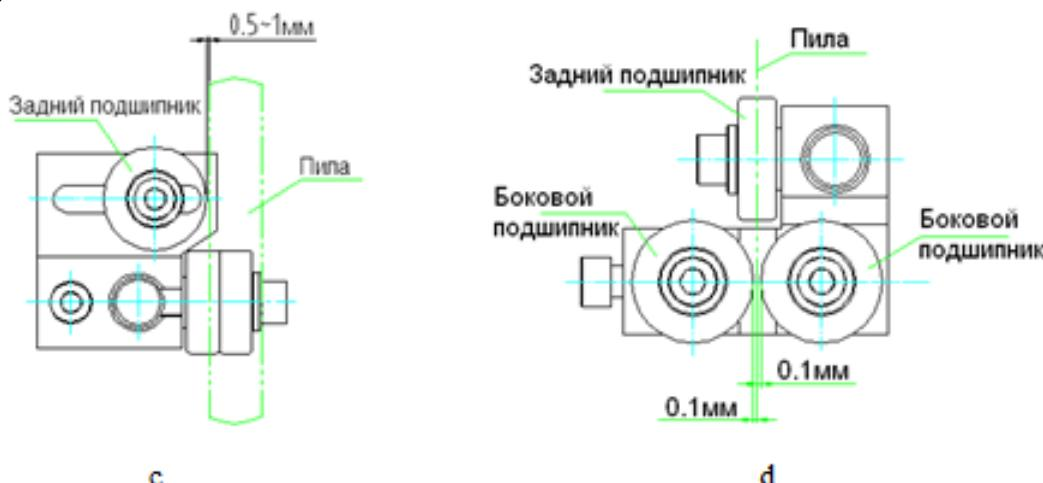

Рис. 5
3. Регулировка направляющих пилы. Проверните шкивы вручную. Продвигите пилу между подшипниками. Затем выполните регулировку высоты направляющего. Ролик должен быть выше заготовки. Расстояние между задним роликом и задней стороной пилы должно составлять 0.5-1мм (см., Рис. 5 с). Боковые ролики не оказывают давления на пилу, но расстояние между боковым подшипником и поверхностью пилы должно быть около 0.1мм (см., Рис. 5 д).